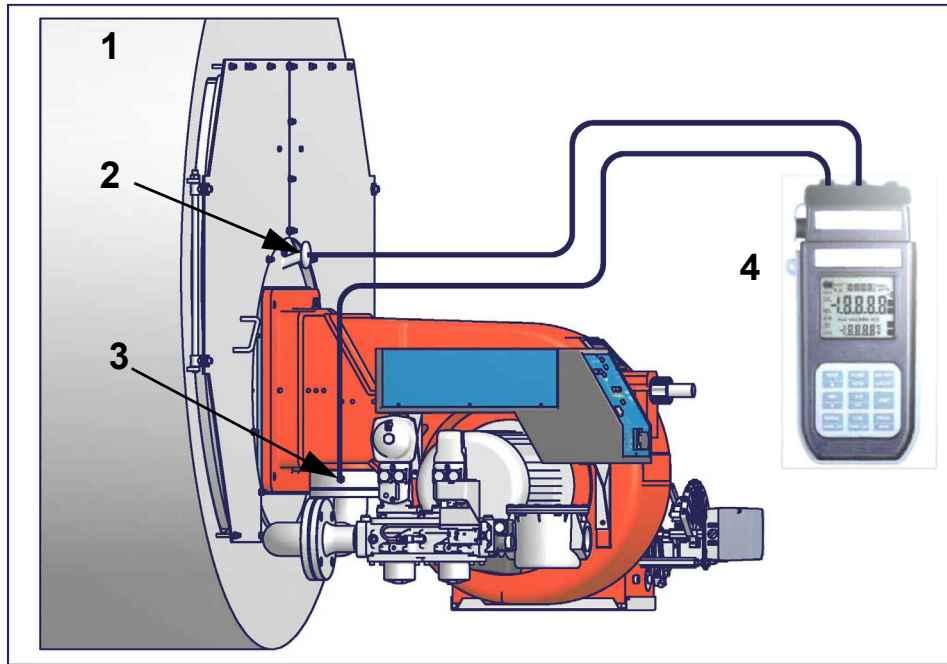

Fig. 3
**Curvas de presión en cabezal de combustión - caudal gas** Las curvas presión - caudal se refieren al quemador en combustión (porcentaje de O2 residual en los humos conforme a la tabla "Parámetros de combustión recomendados" y CO dentro de los límites establecido por las normas), con cabezal de combustión en su máxima apertura, servomando al máximo y mariposa del gas a la máxima apertura. Véase la Fig. 3, la cual indica el modo correcto para medir la presión del gas, tomando en consideración los valores de contrapresión en la cámara de combustión.